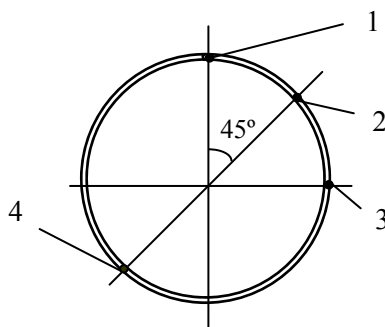

Рисунок 1
7.2.2 Накладные ПЭА счетчиков можно монтировать на прямых участках трубопровода по Z, V, N или W-схемам (рисунки 2а – 2г). Предпочтительно монтировать ПЭА на боковой поверхности трубопровода, под углом  $45^\circ$  к вертикали (т.е. в точках 2 и 4, рисунок 1). В месте установки ПЭА трубопровод не должен иметь выраженной эллиптичности.